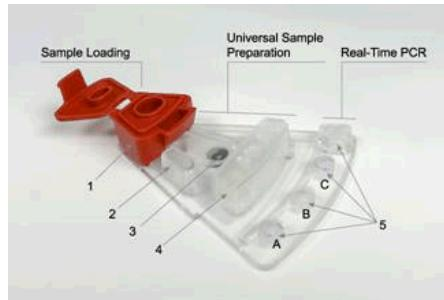

Figura 1. Vista dall'alto di una PIE
Revogene automatizza l'omogeneizzazione PrC, la diluizione, la lisi, l'amplificazione del DNA e il rilevamento dei prodotti PCR amplificati. L'intervento dell'utente è richiesto solo per trasferire il sample buffer dalla Sample Buffer Tube (SBT) alla PIE e per inserire quest'ultima nel carosello di Revogene. La PIE di Revogene Check è un dispositivo completamente integrato e chiuso in cui il sample buffer viene erogato ed elaborato attraverso diverse camere e canali microfluidici che consentono l'elaborazione PrC (omogeneizzazione, diluizione e lisi) e le successive fasi della PCR in tempo reale (**Figura 1**). Il sample buffer viene trasferito mediante centrifugazione da una camera all'altra in sequenza.
6. Scaricare completamente il volume di SB nella camera di caricamento del campione della PIE (**Figura 1**). Assicurarsi di non toccare i bordi esterni o il fondo della camera di caricamento del campione con il DTT.